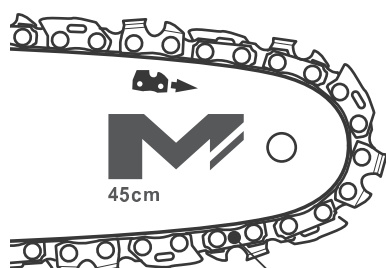

Fig. 9
- > Levante a ponta da lâmina-guia (4) e mantenha-a assim para ajustar a tensão.
- > Rode o parafuso de tensão (6) até que os elos de acionamento da corrente encostem à parte inferior da lâmina-guia (4) (Fig. 9).